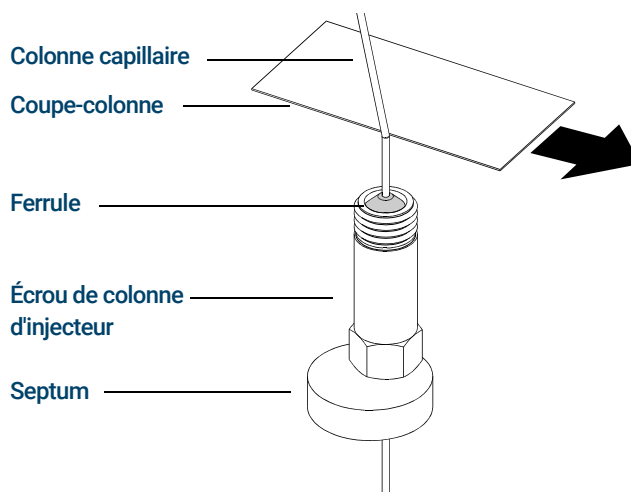

Figure 2. Préparation d'une colonne capillaire avant son installation (écrou de colonne d'injecteur standard représenté)
- 2 Muni(e) de gants propres, faire glisser un septum, un écrou de colonne et une ferrule conditionnée sur le côté libre de la colonne. La **Figure 2** illustre un écrou d'entrée de colonne standard. L'écrou est positionné de la même manière qu'un écrou autoserrant de colonne. L'extrémité conique de la ferrule doit pointer à l'opposé de l'écrou de colonne dans le cas où la colonne est fixée à un injecteur.